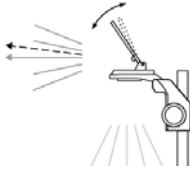

Abb.5
- 3.1 Bildhöhereinstellung erfolgt durch Feineinstellung der Spiegelklappe (Abb.5). Niemals darf der Projektor bei geschlossener Spiegelklappe betrieben werden (Abb.6). Niemals in den Strahlengang greifen --- Verbrennungsgefahr!!! (Abb.7).